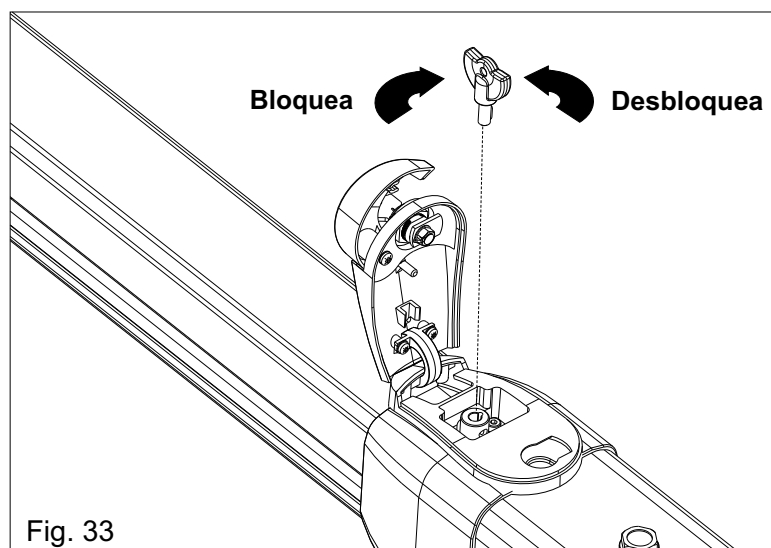

Fig. 33
- Desbloquear la unidad (como en Fig. 33)
-Insertar la llave y rotarla en sentido antihorario de 180 grados (Fig.33).
-Insertar la llave y rotarla en sentido horario hasta el cierre (Fig.33).